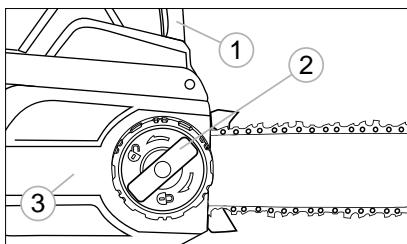

Рис. 4
2. Потяните щиток цепного тормоза 1 (рис. 4) на себя, открутите зажим 2 (рис. 4) и снимите защитный кожух 3 (рис. 4).
- Установите защитный кожух цепи 3 (рис. 4), точно совместив все шлизы. Крепко затяните прижимную ручку 2 (рис. 4), вращая ее по часовой стрелке. Убедитесь в надежности соединения и правильности установки цепи.